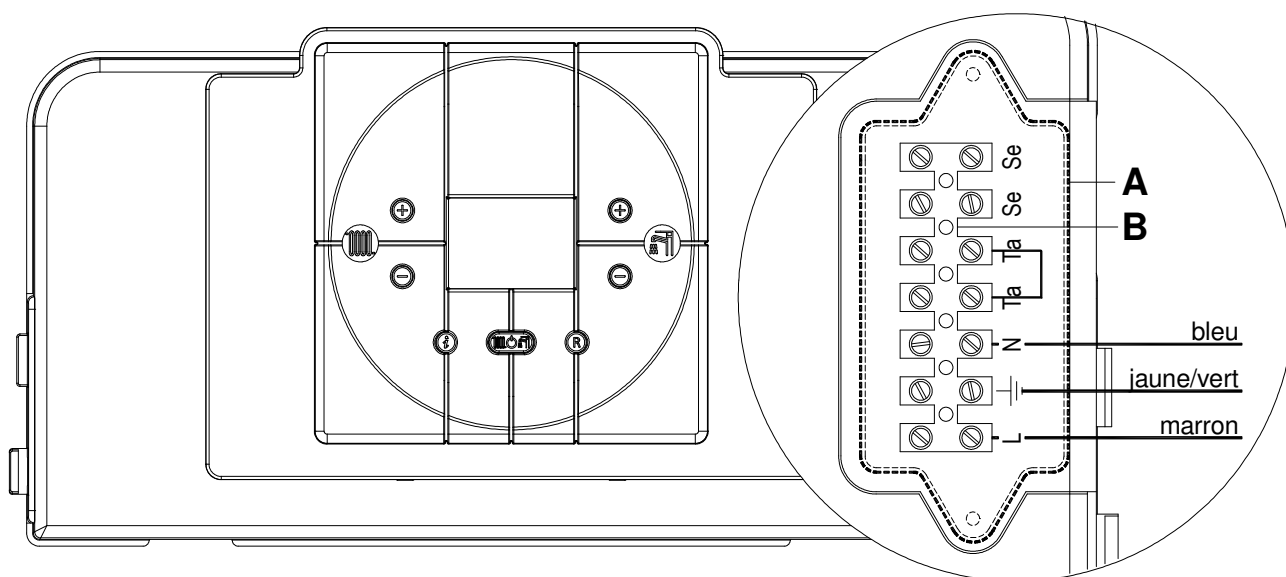

fig. 4
- c. Dévisser les vis et retirer le couvercle A (voir fig.4)